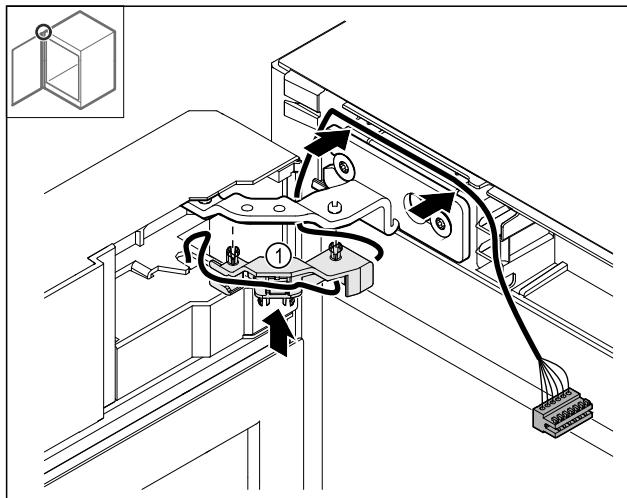

Fig. 45
- ▶ Presionar el soporte del cable Fig. 45 (1) en la bisagra.